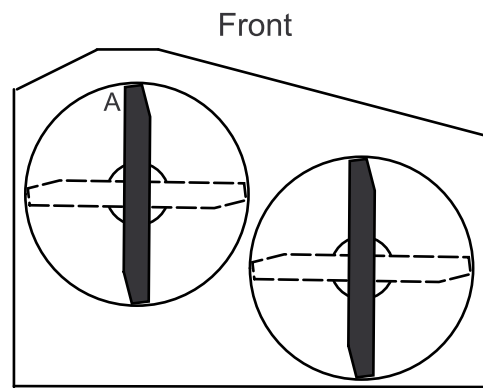

Figura 59
3. Con la macchina su una superficie piana, posizionate una lama longitudinalmente. Misurate al punto **A** e da una superficie piana fino al tagliente della punta della lama (Figura 59).